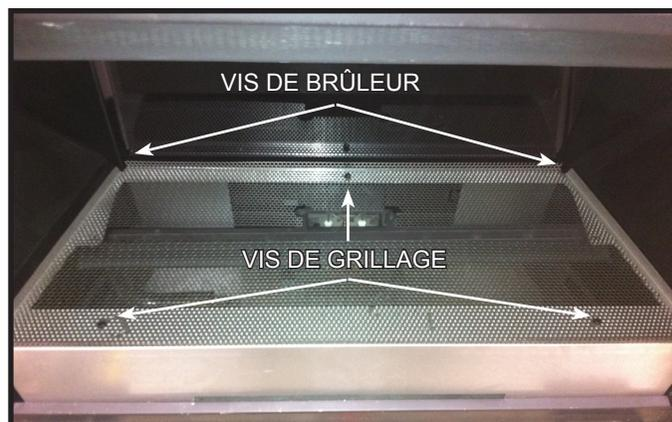

Figure 11.1 Dépose du plateau de couvercle
**Remarque :** Ce poêle comprend une vanne d'arrêt manuel du gaz situé dans le compartiment de vanne. Cette vanne d'arrêt manuel est accessible pour l'entretien en retirant le bac de base, le brûleur et la plaque de vanne. Voir la Figure 11.1.